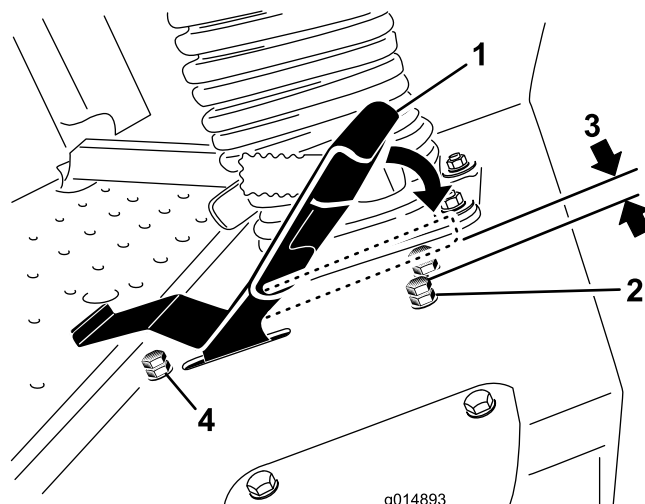

Figura 40
3. Afloje la contratuerca del perno de tope del pedal de tracción (Figura 40).